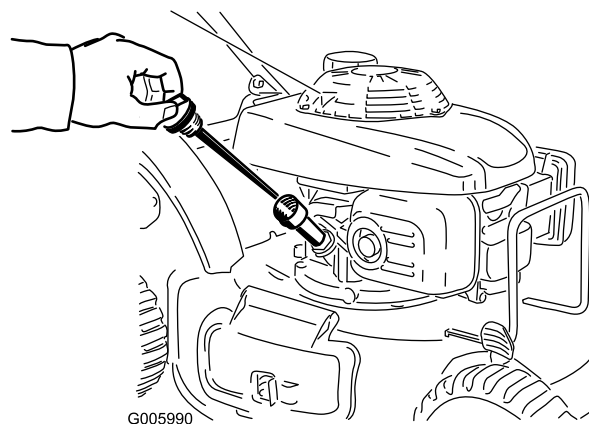

Figure 40
2. Retirez la jauge (Figure 40).
4. Versez de l'huile **avec précaution** dans le tube de remplissage d'huile, en vérifiant régulièrement le niveau sur la jauge, jusqu'à ce que la jauge indique que le moteur est plein, comme indiqué à la Figure 40. **Ne remplissez pas excessivement.** (Remplissage max. : 0.55 l, type : huile détergente SAE 30 de classe de service API , SH, SJ, SL ou supérieure.)